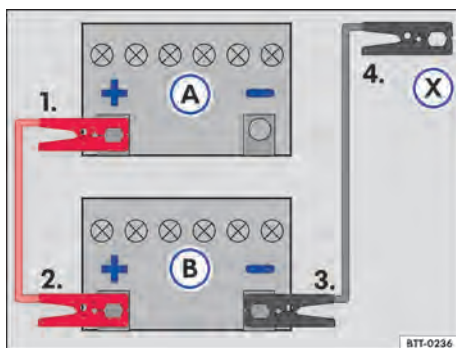

Fig. 181 Esquema para a conexão dos cabos auxiliares de partida: bateria do veículo descarregada (A) e bateria do veículo fornecedora de corrente (B).
Legenda para → Fig. 181:
Conectar o cabo auxiliar de partida somente na sequência **1 – 2 – 3 – 4** → Fig. 181.
→ Fig. 181 (A) → ⚠.
- Conectar a outra extremidade do cabo auxiliar de partida *vermelho* ao polo positivo (+) do veículo fornecedor de corrente (B).
- Conectar uma extremidade do cabo auxiliar de partida *preto* ao polo negativo da bateria do veículo fornecedor de corrente (B).
- Conectar a outra extremidade do cabo auxiliar de partida *preto* (X) no veículo com a bateria descarregada no ponto de auxílio à partida (ponto de aterramento) ou em uma peça de metal parafusada firmemente no bloco do motor – porém não nas proximidades da bateria (A) → ⚠.